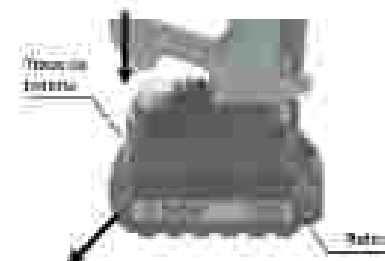

Fig. 1 - Remoção da bateria.
- Para remover a bateria, pressione o botão de liberação na parte superior da bateria e faça a remoção (Fig. 1).